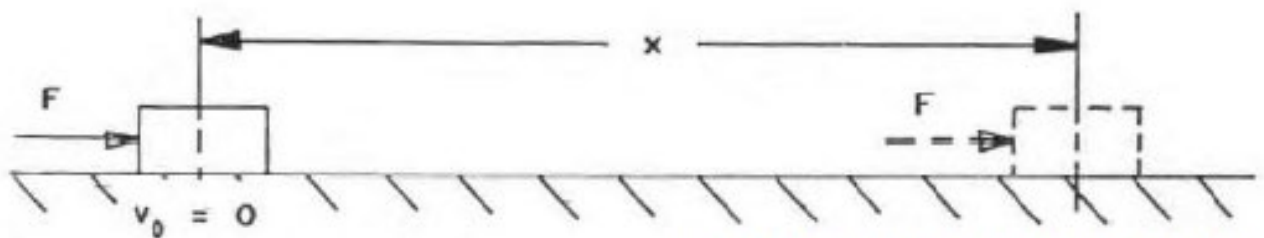

Figura 1. Fuerza constante aplicada a un cuerpo.
- a) Como primer caso, se supone que se aplica una fuerza constante "F" a un cuerpo de masa "m" que inicialmente se encuentra en reposo " $v_0 = 0$ " y sobre una superficie sin rozamiento, como se indica en la figura 1.